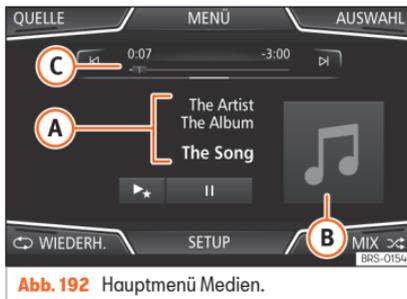

Abb. 192 Hauptmenü Medien.
- Drücken Sie die Infotainment-Taste **MEDIA**, um das Hauptmenü *Medien* »» **Abb. 192** zu öffnen.
Die derzeit gespielte Mediaquelle wird beim Drücken der Funktionsfläche **QUELLE** »» **Abb. 192** im Pull-down-Menü angezeigt.